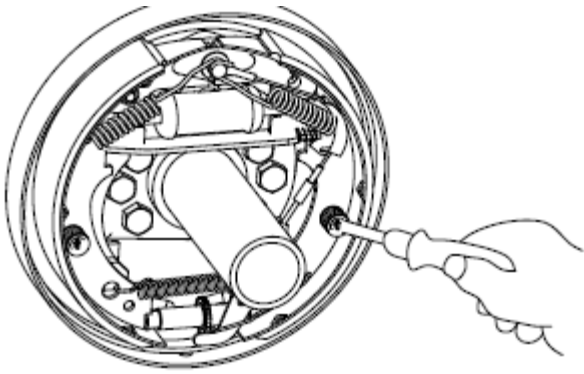

Рис. 2-10
(1) Нужно снять опорный штифт, регулировочный рычаг, регулирующий механизм и пружину вспомогательной колодки (См. Рис. 2-10).